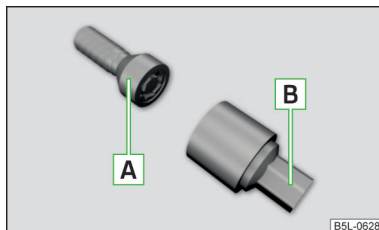

Fig. 150
Låseboltene beskytter hjulene mod tyveri. De kan kun **løses/spændes fast** med en adapter **[B]** » Fig. 150.
- » Sæt adapteren **[B]** » Fig. 150 helt ned på låsebolten **[A]**.
- » Sæt hjulnøglen helt ind over hjulbolten. Anvend den tilhørende adapter til låseboltene » Fig. 150 på side 133.